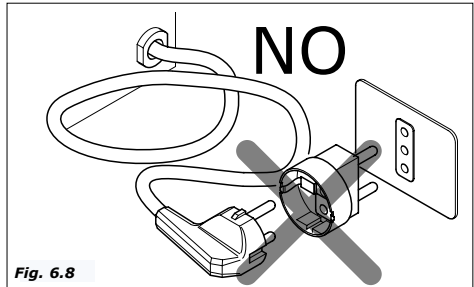

Fig. 6.8
- Está prohibido el uso de prolongaciones, adaptadores y/o tomas multiples (Fig.6.8).